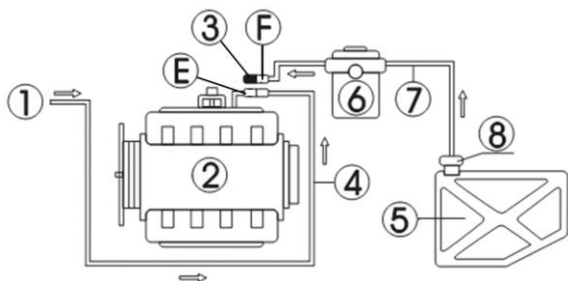

Рис.5.1
- 3) Подключите топливопроводы двигателя к Стенду, Рис.5.1